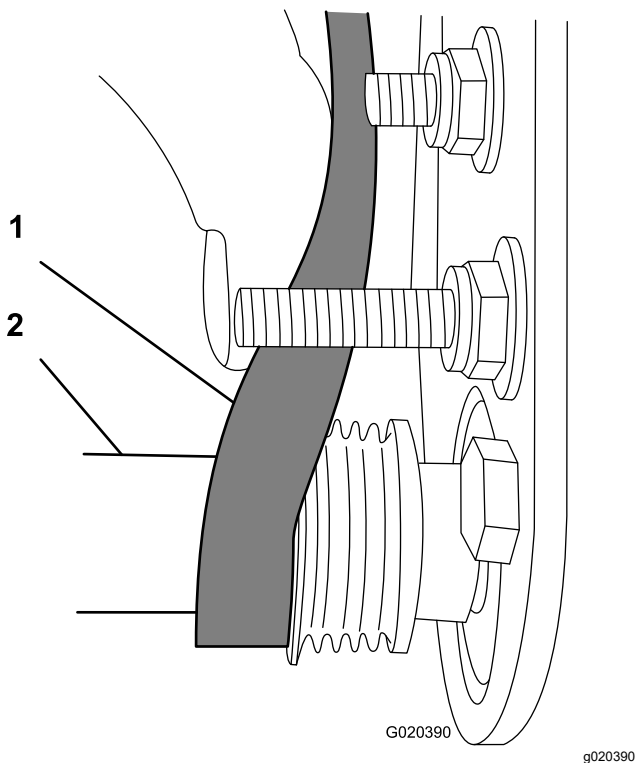

Figura 15
- Ligue a correia na polia **acionada** (Figura 15).
- Utilize uma chave de caixa profunda (9/16 pol.) para rodar o conjunto da escova e orientar a correia para a polia da transmissão (Figura 15).